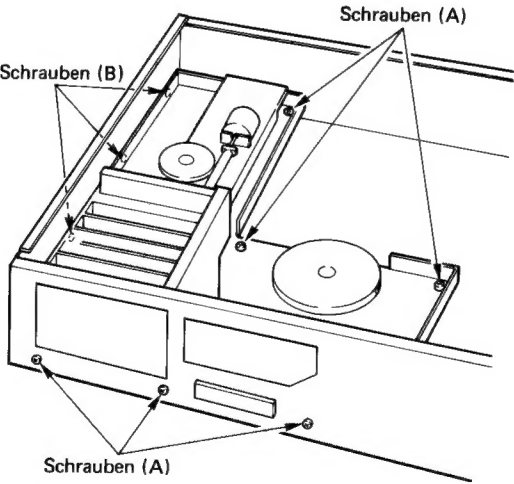

Abb. 4
Die sechs Schrauben (A) und drei Schrauben (B) entfernen; ebenfalls die verschiedenen Kabel von den entsprechenden Anschlußteilen abziehen. (Die mechanismusaufbauplatte kann selbst dann entfernt werden, wenn sich das Cassettemagazin noch im Gerät befindet.) (Abb. 4)